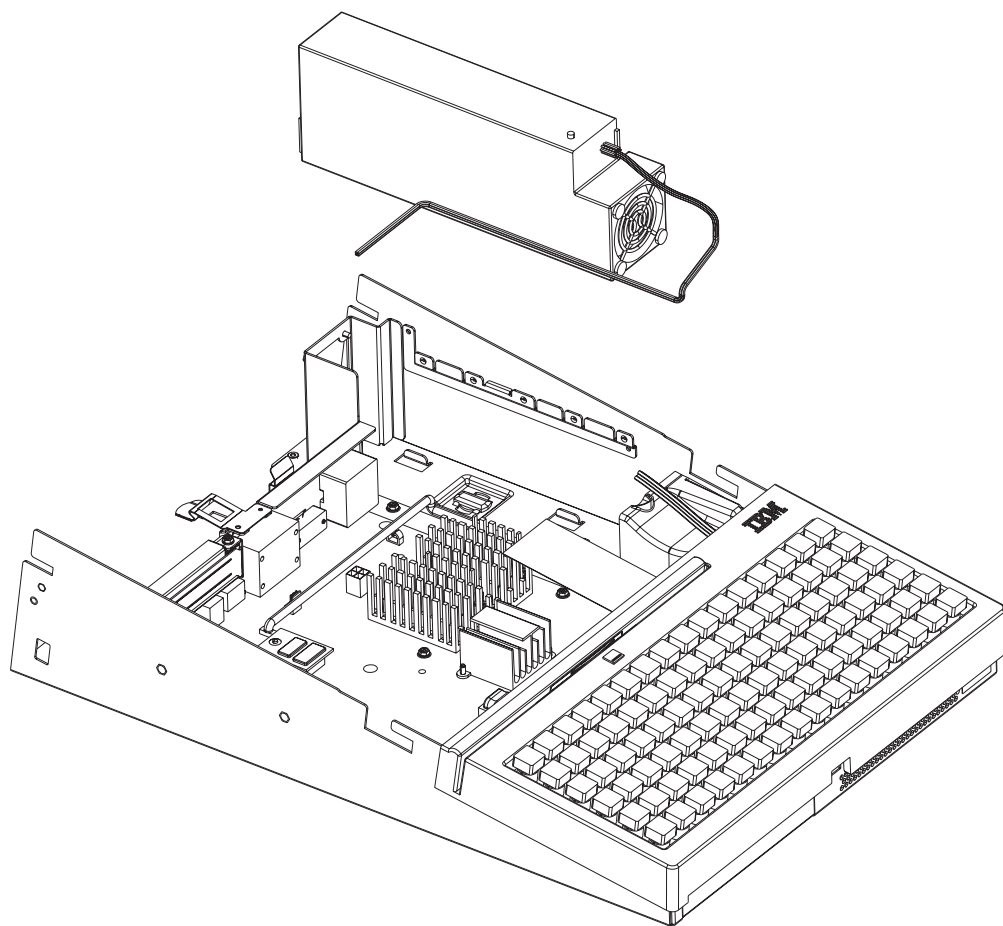

图 27. 卸下电源
8. 请参阅图 27。将电源向前轻微滑动，并将部件从底盘抬起。请参阅图 27。